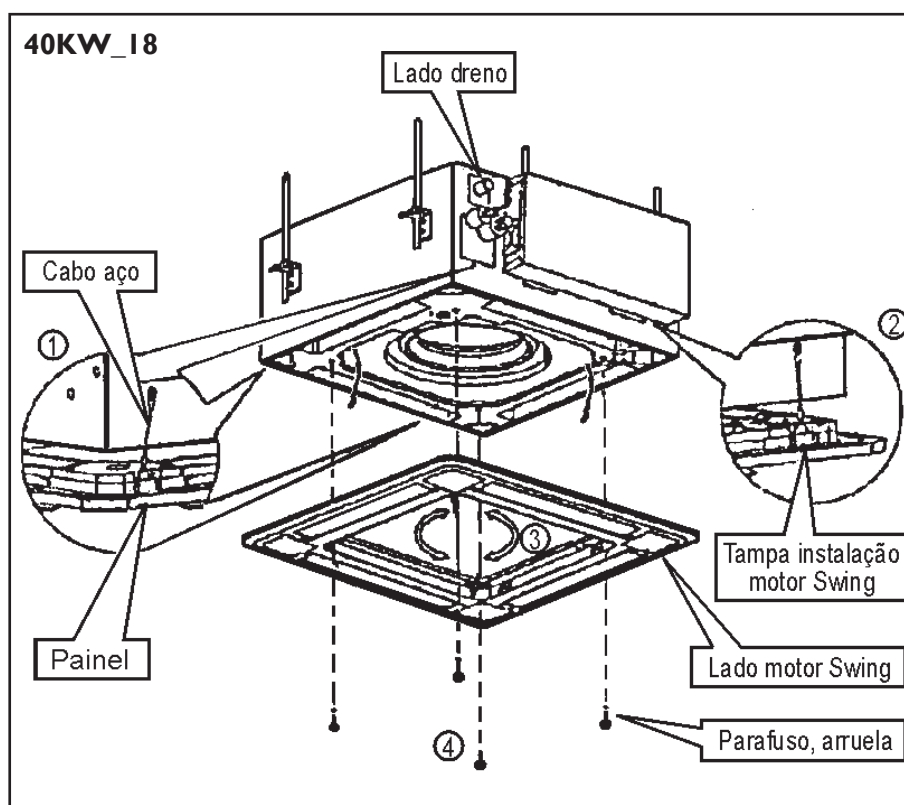

FIG. 26
- c) Alinhar o motor do Swing (oscilar) adequadamente no painel com as juntas de tubulação. Figs 26 e 27.
- d) Encaixe os dois cabos de aço, fixos ao corpo principal, no painel de instalação e alinhe a marca no painel com a mesma marca no corpo principal. Ver Fig. 26 - Detalhes 1 e 2 para 40KW_18.